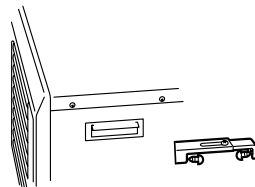

Figura 14
9. Una vez que haya terminado la instalación, asegure el Calefactor a la muralla por medio de las abrazaderas que vienen con el Calefactor. Asegúrese que el Calefactor quede en forma paralela a la muralla (Ver Figura 14).